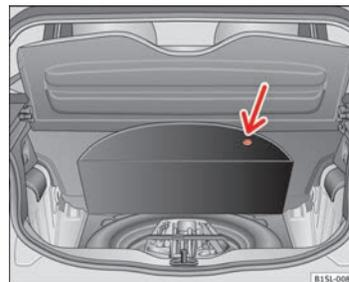

Fig. 131 Nel bagagliaio: Rivestimento del pavimento sollevato
Gli attrezzi di bordo, la ruota di scorta, il ruotino o il kit per la foratura si trovano nel sottofondo del bagagliaio ⇒ fig. 131.
- Sollevare il rivestimento per l'incavo (freccia) ⇒ fig. 131.